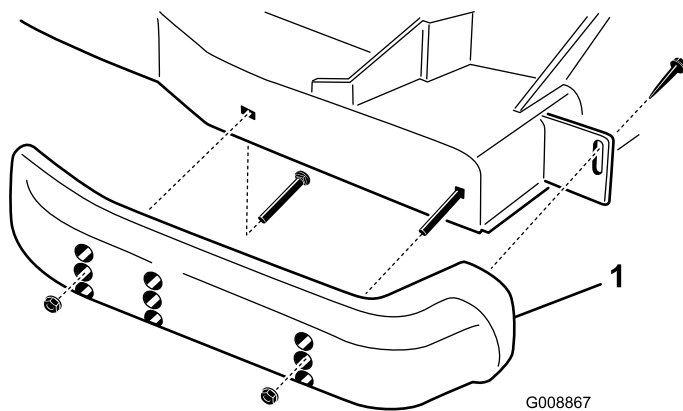

Figura 28
- Desaperte o parafuso na frente de cada patim (Figura 28).
- Retire os parafusos com cabeça de flange e as porcas de cada patim (Figura 28).